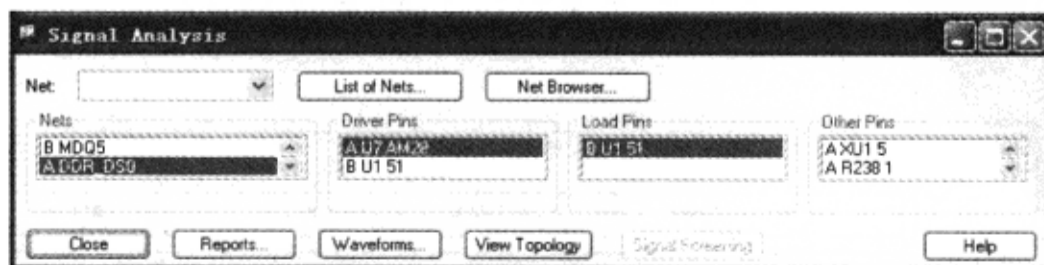

图 5-3-31 “Signal Analysis”对话框
(2) 单击“OK”按钮，弹出“Signal Analysis”对话框，如图 5-3-31 所示。